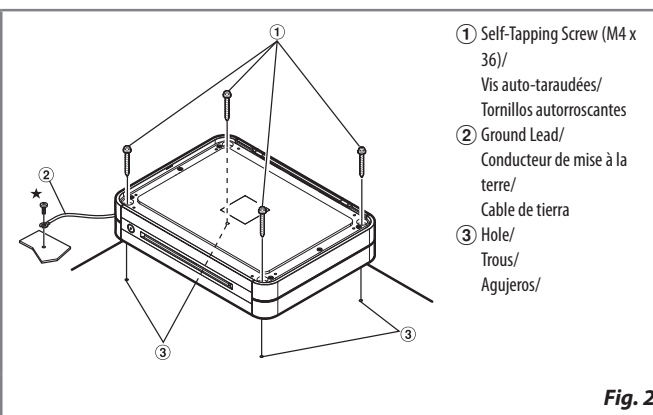

Fig. 2
3. Fasten the unit down with the four self-tapping screws (M4 x 36, included). Refer to Fig. 2.
3. Fixez l'unité à l'aide des quatre vis auto-taraudées (M4 x 36, fournies). Reportez-vous à la Fig. 2.